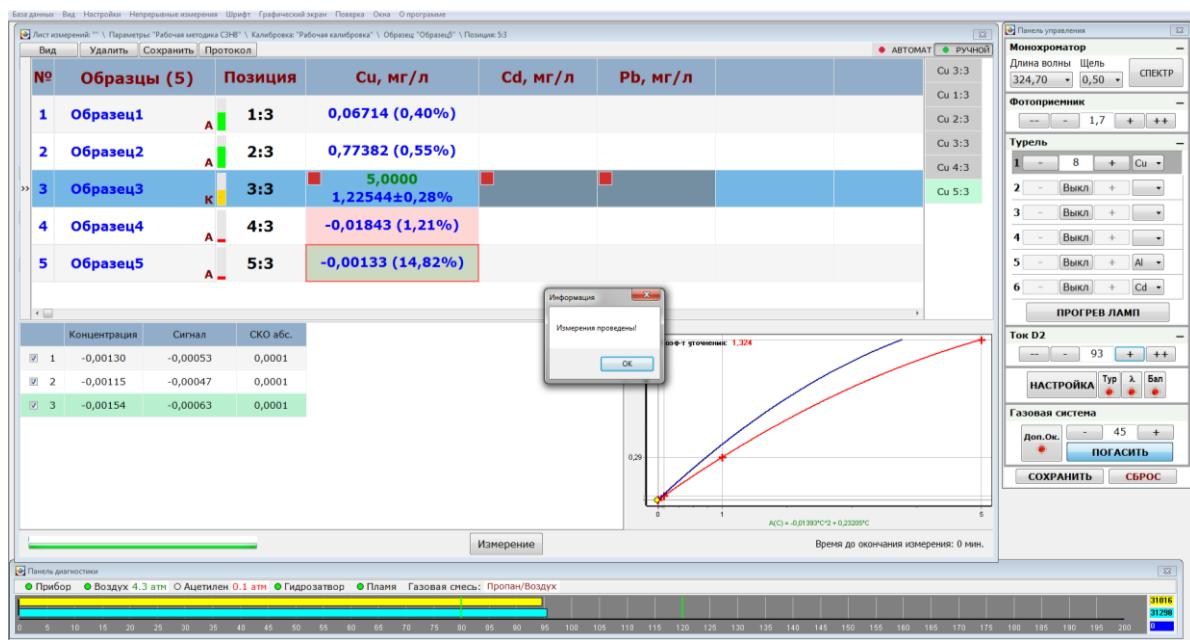

Рис. 37 Окно «Лист измерений» проведение измерений с устройством выбора образца.
9. По окончании измерений будет выведено информационное окно рис. 37
В процессе измерений датчик манипулятора УВО-04 следит за уровнем пробы и фонового раствора. По мере расхода пробы манипулятор корректирует своё положение, не допуская нахождение капилляра для забора пробы выше уровня жидкости. Информация об уровне выводится в ячейках «Позиция»: зелёный цвет – стакан с пробой полный, жёлтый – уровень пробы в районе середины, красный – уровень минимум. Ячейка с результатом измерений, где был зафиксирован минимальный уровень жидкости выделяется цветом рис. 37. При достижении минимального уровня жидкости в чаше с фоновым раствором измерения прерываются и выводится предупреждающее сообщение.